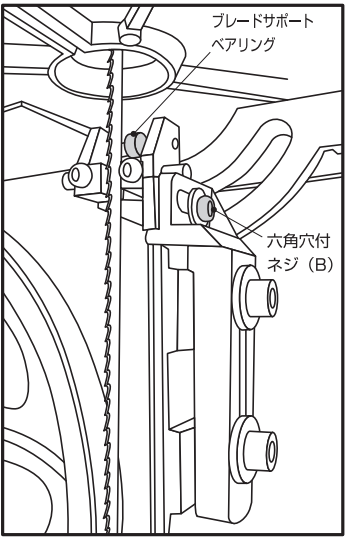

図9
- 2.六角穴付ネジ(B)をゆるめて、ブレードサポートベアリングを鋸刃の背面にできるだけ近づけてください。(1mm以下)(図9)
- 3.六角穴付ネジ(B)をゆるめて、ホルダーを前後させて、ブレードサポートピンが鋸刃の中心になるよう調整してください。(図9)